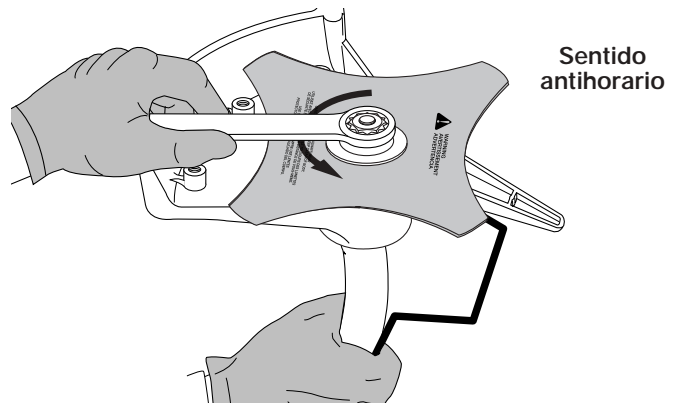

Fig. 14
- Sostenga la varilla de cierre en su lugar junto al brazo de la unidad (Fig. 14).
- Mientras sostiene la varilla de cierre, afloje la tuerca de la cuchilla girándola en sentido horario con una llave de casquillo o de boca cerrada de 11/16 de pulgada (Fig. 14).